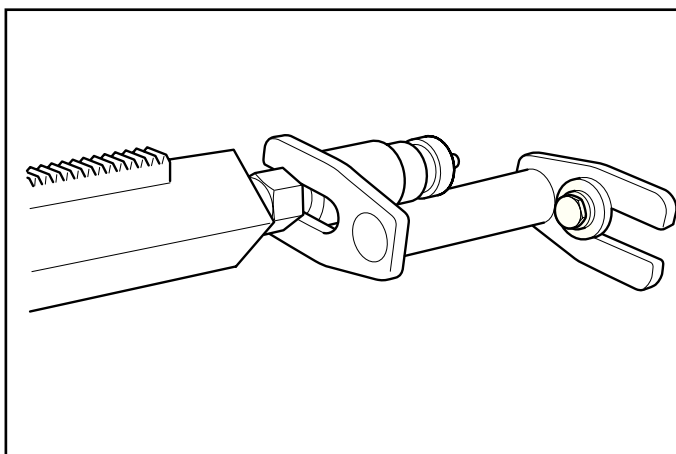

Рис.6
9. Чтобы жестче закрепить сверлильную колонку, можно использовать спец. кронштейн (опция). (Рис. 6). Кронштейн устанавливается на анкер напротив упора сверлильной колонки и закрепляется на упоре стопорной гайкой ключом 30 мм.